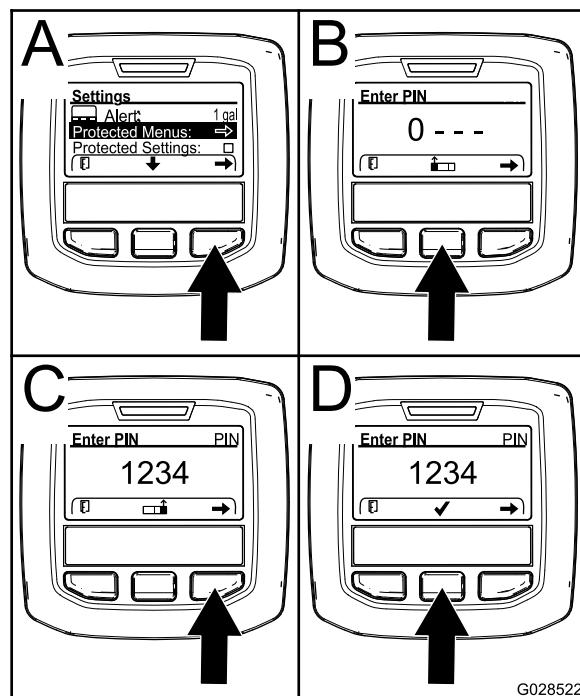

Figura 11
2. No menu de DEFINIÇÕES, utilize o botão central para ir até ao menu PROTEGIDO e prima o botão direito (**Figura 11**).